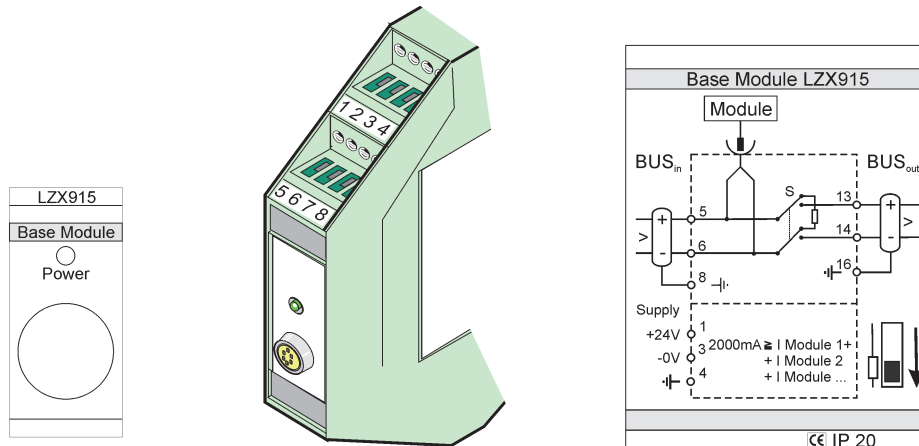

Bild 76 Externes Basismodul
4. Stellen Sie die Verbindungen gemäß Darstellung unter Bild 76 und Tabelle 49 her.